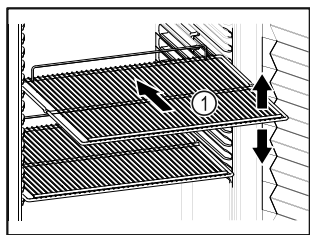

Fig. 86 Beispielhafte Darstellung
- Wenn Abstellroste Fig. 86 (1) versetzbar sind, je nach Höhe anpassen.